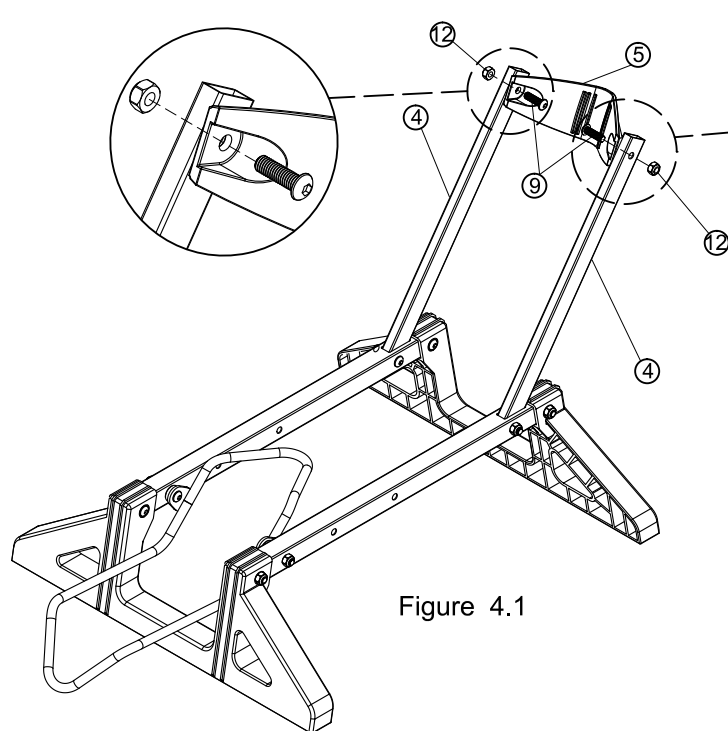

Figure 4.1
1. Alignez les trous de vis du bloc de réglage ⑤ avec ceux au-dessus des montants ④. Utilisez ensuite la vis à tête ronde M6 L20 ⑨ et l'écrou en nylon ⑫ pour les fixer. Veiller à ce que l'écrou en nylon ⑫ soit positionné à l'extérieur. (Voir Figure 4.1)